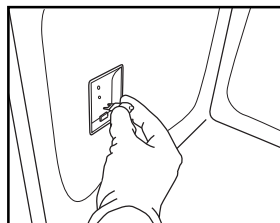

Fig. 10
4. Remplacez l'ampoule brûlée par une ampoule neuve (voir Remarque pour connaître le type) (Fig. 10).